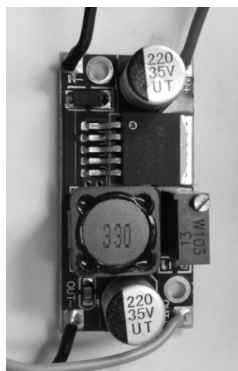

图 4.3 12V 转换为 5V 电源模块
- (1) IN1——PA2。
- (2) IN2——PA3。
- (3) ENA——PB5（TIM3\_CH2）。
- (4) 马达——A+、A-。
(5) +5V——由于第 2 章所述的 STM32 最小系统的对外电源只有 3.3V，因此，必须通过另外一个电源模块将 12V 转换为 5V，该模块从淘宝网上购买，如图 4.3 所示。